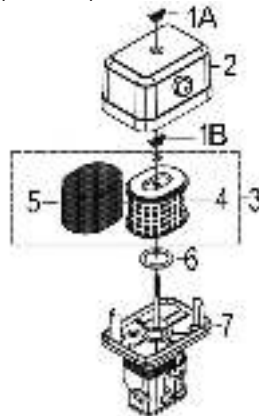
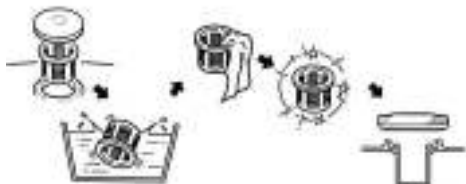

Рис. 23 Обслуживание воздушного фильтра
Рис. 25 Обслуживание сетчатого фильтра в горловине топливного бака
1. Открутите барашковую гайку 1А и снимите крышку 2 воздушного фильтра (Рис. 23).
- Открутите барашковую гайку 1В и извлеките из корпуса воздушный фильтр 3 в сборе (Рис. 23).
- Проверьте целостность и чистоту фильтрующих элементов. Поролоновый (предварительный) фильтрующий элемент 5 установлен на корпусе бумажного фильтрующего элемента 4 (Рис. 23).
- При незначительном загрязнении промойте поролоновый фильтрующий элемент 5 (Рис. 23) теплым мыльным раствором и просушите. Поврежденный или сильно загрязненный поролоновый фильтрующий элемент замените.
- Произведите очистку корпуса 7 и крышки 2 воздушного фильтра, не допуская попадания пыли и грязи в воздуховод, ведущий к карбюратору (Рис. 23).
- Перед установкой воздушного фильтра убедитесь, что уплотнительное кольцо 6 воздушного фильтра находится на месте и не имеет поврежденный (Рис. 23).
Топливный фильтр 2, установленный в горловине бака, проверяйте при каждой заправке бака топливом (Рис. 25). При необходимости вынимайте сетчатый фильтр из бака и производите его очистку (Рис. 23). Регулярно проверяйте целостность сетчатого фильтра, при обнаружении механических повреждений замените сетчатый фильтр.